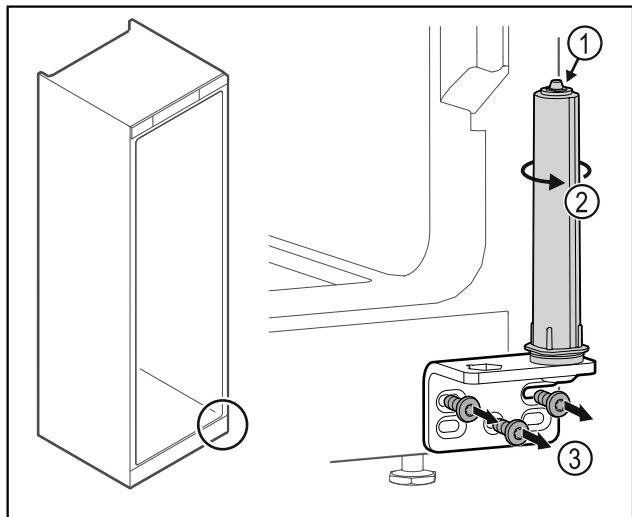

Fig. 46
- ▶ Ärge võtke ukselukustussüsteemi lahti Fig. 46 (1).
- ▶ Keerake sulgemissüsteemi Fig. 46 (2), kuni see klõpsub.
- ▶ Kruvige šarniirnurgik Fig. 46 (3) maha.